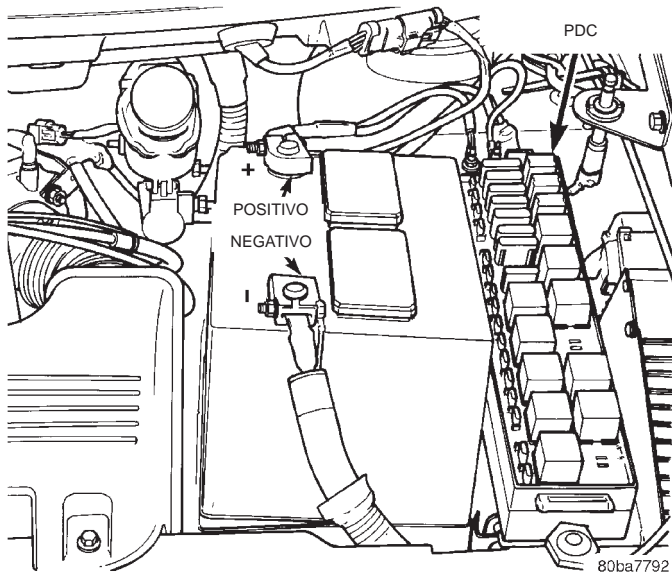

Fig. 5 Cable negativo de la batería
(1) Desconecte y aisle el cable negativo de la batería (Fig. 5).
- (1) Desconecte y aisle el cable negativo de la batería (Fig. 5).
- (2) Retire la tapa de la columna de dirección inferior y la armadura de la rodillera.
- (3) Desconecte los dos conectores de cables de la parte inferior del Módulo de control de la carrocería (BCM).
(1) Desconecte y aísle el cable negativo de la batería (Fig. 5).